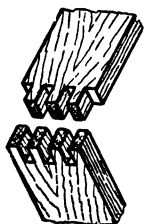

Рис. 34.
- 1) прямыми параллельными шипами (рис. 34);